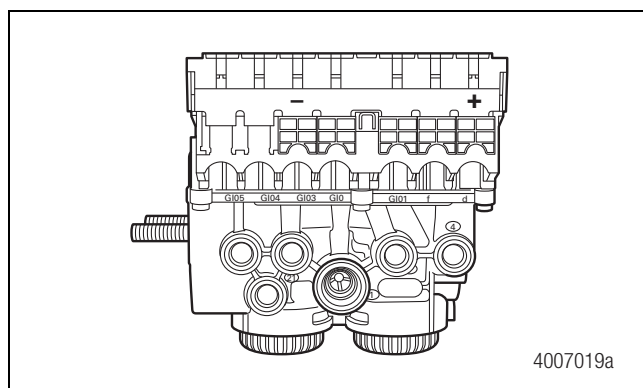

Figura 2.1
- El conjunto de ECU/Válvulas puede estar montado ya sea con los sensores apuntando hacia el frente o hacia atrás del semirremolque. Figura 2.1.